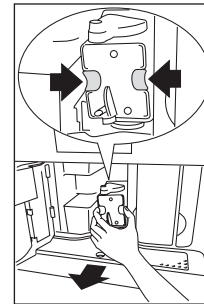

Fig. 39
- Pulse los dos botones de liberación de color hacia dentro, a la vez que tira de la unidad de infusión hacia fuera (Fig. 39).